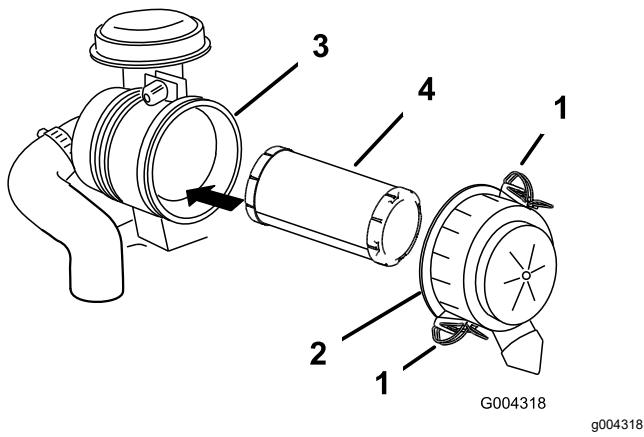

Figura 38
3. Liberte os trincos do filtro de ar e puxe a tampa para fora do corpo do filtro (Figura 38).
5. Deslize suavemente o filtro para fora do corpo do filtro (Figura 38).